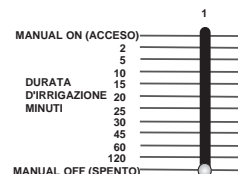

FIGURE 13 : Curseur de durée d'arrosage en position d'arrêt manuel
- Pour fermer un ou plusieurs postes, glissez le curseur de durée d'arrosage complètement en bas à la position **MANUAL OFF** [voir la figure 13].